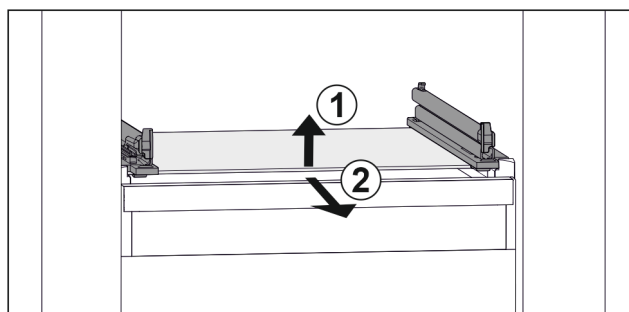

Fig. 35 Приблизне відображення скляної пластини
- Підняти скляну пластину спереду. Fig. 35 (1)
- Вийняти скляну пластину рухом вперед. Fig. 35 (2)